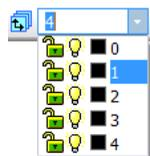

Рис. 39
22. Изменить состояние видов на чертеже. Выбрать **Состояние видов**  и установить положение 1 (см. рис. 39).